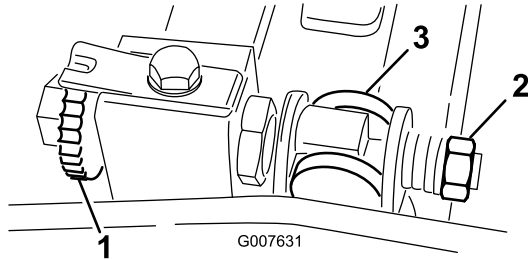

Figura 48
1. Gire el tornillo de ajuste de la barra de asiento, en el sentido contrario a las agujas del reloj, para alejar la contracuchilla del molinete (Figura 48).
2. Afloje la tuerca de tensado del muelle hasta que el muelle deje de presionar la arandela contra la barra de asiento (Figura 48).